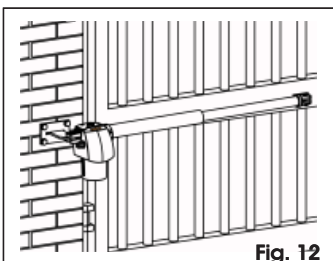

Fig. 12
- ⚠** L'opérateur G-BAT est disponible dans les versions droite et gauche. L'opérateur doit toujours être positionné d'après la Fig. 12. Un opérateur est "droit" lorsqu'en regardant le portail du côté de l'installation de l'opérateur, il se trouve à droite du vantail (ou sur le vantail de droite en cas d'applications à deux moteurs). Par conséquent, le moteur qui se trouve à gauche (ou sur le vantail de gauche) est identifié comme un